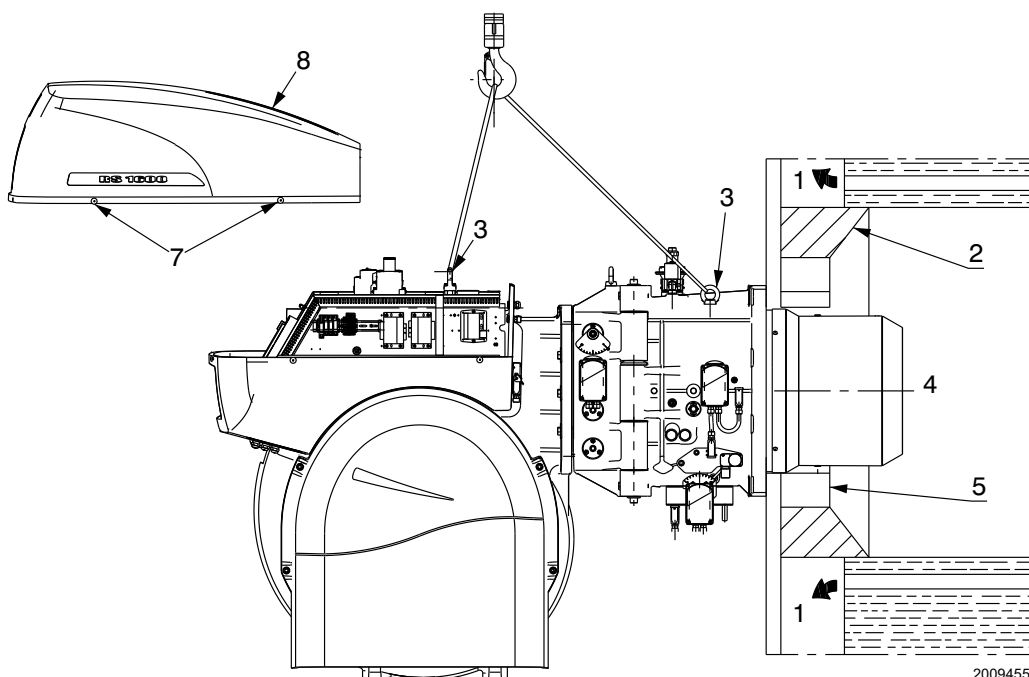

Fig. 15
Pour les chaudières avec circulation des fumées sur l'avant 1) (Fig. 15), ou avec chambre à inversion de flamme, réaliser une protection en matériau réfractaire 5), entre le réfractaire de la chaudière 2) et la buse 4).
Pour les chaudières avec la partie avant refroidie avec de l'eau, le revêtement réfractaire 2)-5) (Fig. 15) n'est pas nécessaire, sauf demande expresse du fabricant de la chaudière.
Prévoir un système de levage adéquat s'accrochant aux anneaux 3)(Fig. 15), après avoir retiré les vis 7) du capot 8).
- Introduire la protection thermique fournie de série sur la buse 4)(Fig. 15).